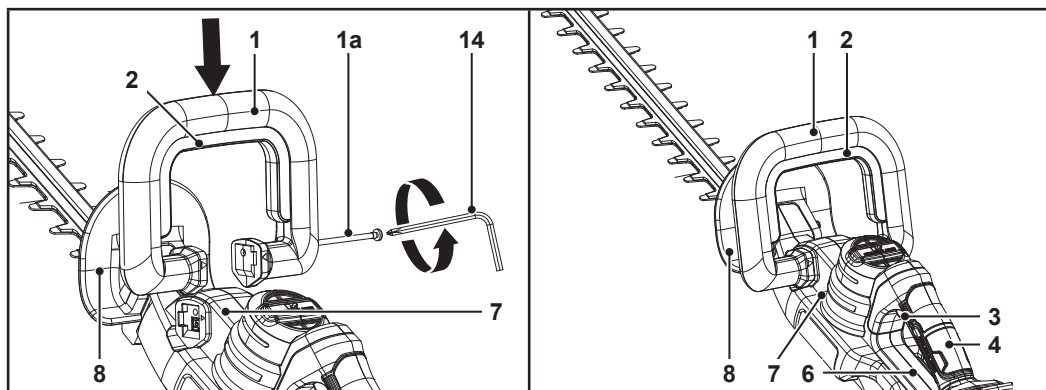

Fig. 1
1. Utilize a chave sextavada/de cabeça cruzada (14) para retirar o parafuso comprido (1a) da pega dianteira (1) (Fig. 1).
2. Posicione a pega dianteira (1) de forma a que as setas nas extremidades apontem para as entradas da caixa (7) (Fig. 1).
3. Faça deslizar a pega dianteira (1) para as entradas da caixa (7) até que fique bloqueada no espaço (Fig. 1).
4. Fixe a pega dianteira (1) com o parafuso comprido (1a) e a chave sextavada/de cabeça cruzada (14) (Fig. 1).
**Proteção de segurança dianteira (8), proteção traseira (6):** Estas proteções protegem as mãos contra a projeção e o ressalto de partes afiadas dos ramos aparados (Fig. 1).